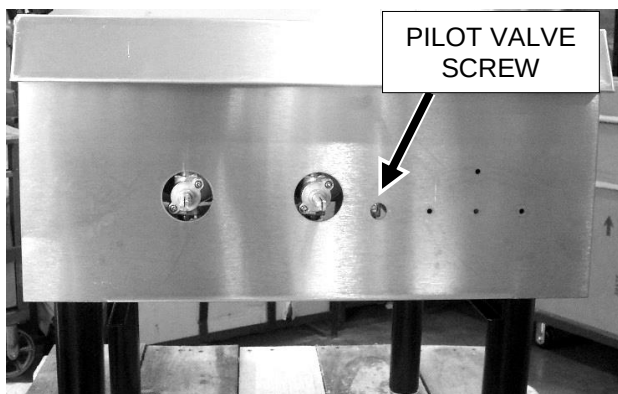
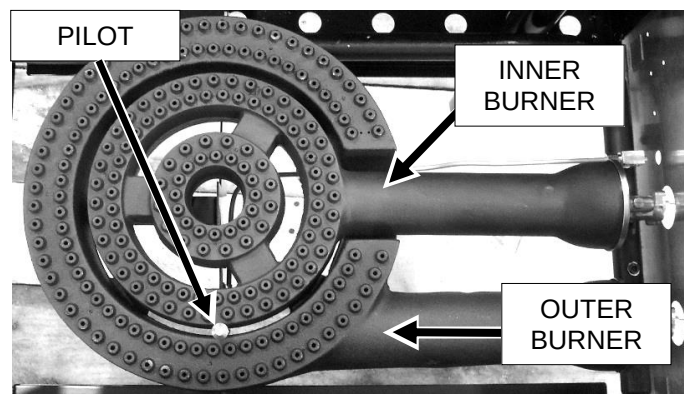

Fig. 5
Fig. 6
The burner is in two sections, controlled by two heavy duty infinite control valves. The center "Star" section (Fig. 6) is on separate burner with an input of 55,000 BTU/hr. It is controlled by the right burner valve knob. The outer circle of the burner (Fig. 6) is the other separate 55,000 BTU/hr input burner, controlled by the left burner valve knob.
3. Light standing pilot with a lit taper (see Fig 6). Adjust pilot to $\frac{1}{4}$ " high flame, if necessary, by turning pilot valve adjusting screw (see Fig. 5) counterclockwise to increase or clockwise to decrease flame.
Le brûleur est en deux sections, commandé par deux robinets de commande à service intense, à réglage infini. La section centrale « Star » (Fig. 6) est sur un brûleur séparé qui fournit un débit de 55 000 BTU/h. Il est contrôlé par le bouton de robinet du brûleur droit. Le cercle extérieur du brûleur (Fig. 6) est l'autre brûleur séparé qui fournit un débit de 55 000 BTU/h, commandé par le bouton de robinet du brûleur gauche.
3. Allumer la veilleuse permanente en utilisant une bougie conique (Fig. 6). Régler la veilleuse à une hauteur de flamme de 6 mm (1/4 po), si nécessaire, en tournant la vis de réglage du robinet de veilleuse (Fig. 5) dans le sens inverse des aiguilles d'une montre pour augmenter la flamme ou dans le sens des aiguilles d'une montre pour la réduire.